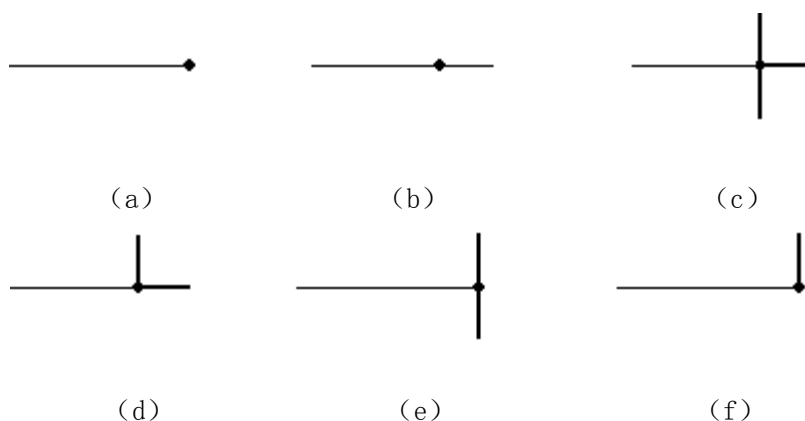

图 4.1-3
- ① 适时的操作提示；
- ② 光标所在位置的 X、Y 坐标值（绝对坐标值）；
- ③ 显示光标方向；
- ④ 显示光标所在位置是某圆或弧的圆心，当光标不在圆心时③处为空白；
- ⑤ 显示光标方向与当前线的关系， $//$ 为平行， $\perp$ 为垂直， $\angle$ 为斜交；
- ⑥ 显示当前线在 X、Y 方向的投影长度；
- ⑦ 显示当前线的长度；
- ⑧ 显示光标与当前线的位置关系，用六种图形表示这种关系。其中红色圆点表示光标所在点，白色表示当前线的当前段，黑色表示非当前线，共有六种图标。各图标表示的意义如图 4.1-3 所示（其中细线表示白色，粗线表示黑色和红色）。